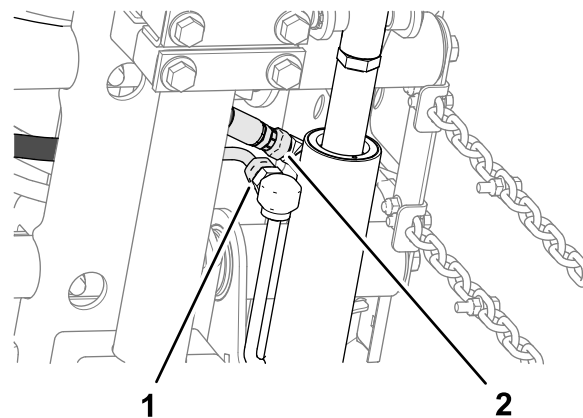

Figura 16
- Aliniază un distanțier între placa de susinere și placa de montare (Figura 16) și asamblăi lejer plăcile și distanțierul cu un urub de fixare ( $\frac{3}{8}$ " x  $1\frac{1}{4}$ ") și o contrapiuliă cu guler ( $\frac{3}{8}$ ").